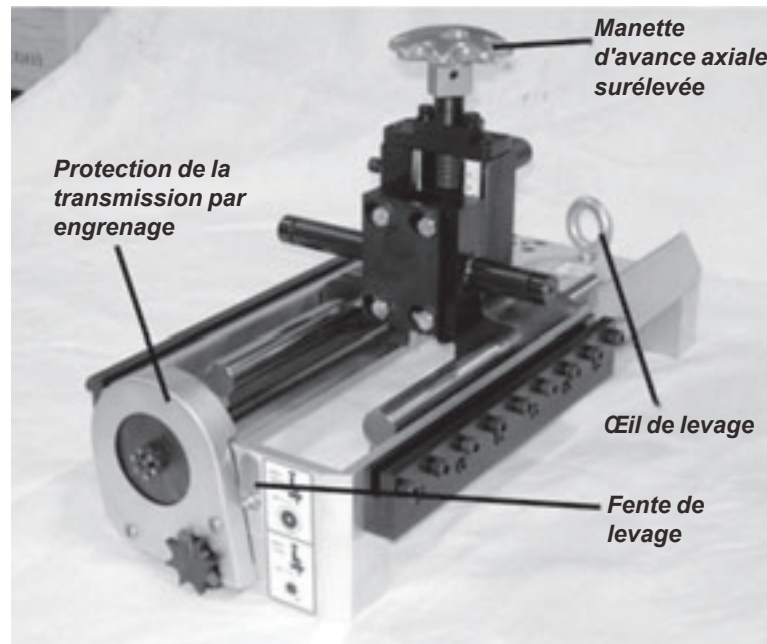

Figure 2-1. Cette photo illustre les caractéristiques de sécurité de la traverse.
Afin de réduire les dangers d'utilisation, la traverse est dotée des fonctions représentées Figure 2-1.
- Tous les modèles de traverses sont équipés d'un œil et d'une fente de levage représentés (Figure 2-1) pour fixer la traverse à un appareil de levage. Lorsque vous utilisez ce type d'appareil, fixez-le toujours sur ces points.